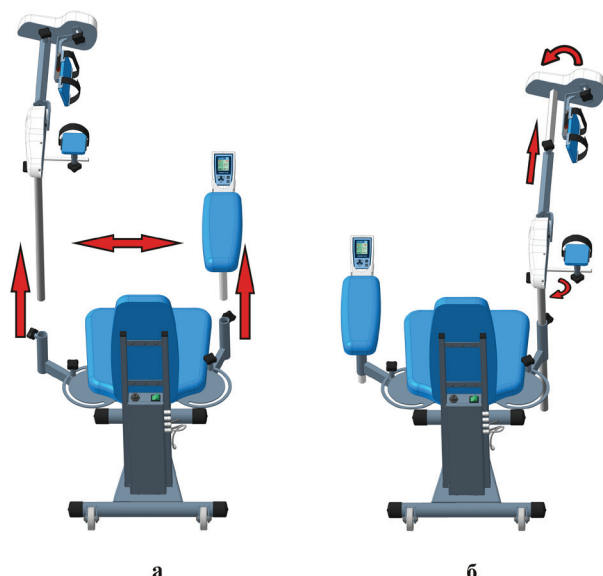

Рисунок 7.1 – Установка исполнительного механизма для правой/левой руки
Чтобы использовать Аппарат для правого или для левого сустава необходимо выполнить его настройку. Делается это следующим образом (см. рис. 7.1, 4.1, 4.2):
3. Ослабив фиксатор высоты стойки (11) (см. рис.7.1а), выньте подлокотник (12) из узла отведения/приведения (10). Уберите подлокотник в сторону.
4. Ослабив фиксатор высоты стойки (11) выньте исполнительный механизм (2) из узла отведения/приведения (10), переместите его на противоположную сторону, вставьте исполнительный механизм в узел отведения/приведения (10). Затяните фиксатор высоты стойки (11).
5. Вставьте подлокотник в другой узел отведения/приведения (10). Затяните фиксатор высоты стойки (11).
6. Ослабив фиксатор опоры плеча (28) (см. рис.7.1б), переместите опору плеча на 180 градусов таким образом, чтобы она оказалась со стороны кресла. Затяните фиксатор опоры плеча (28).